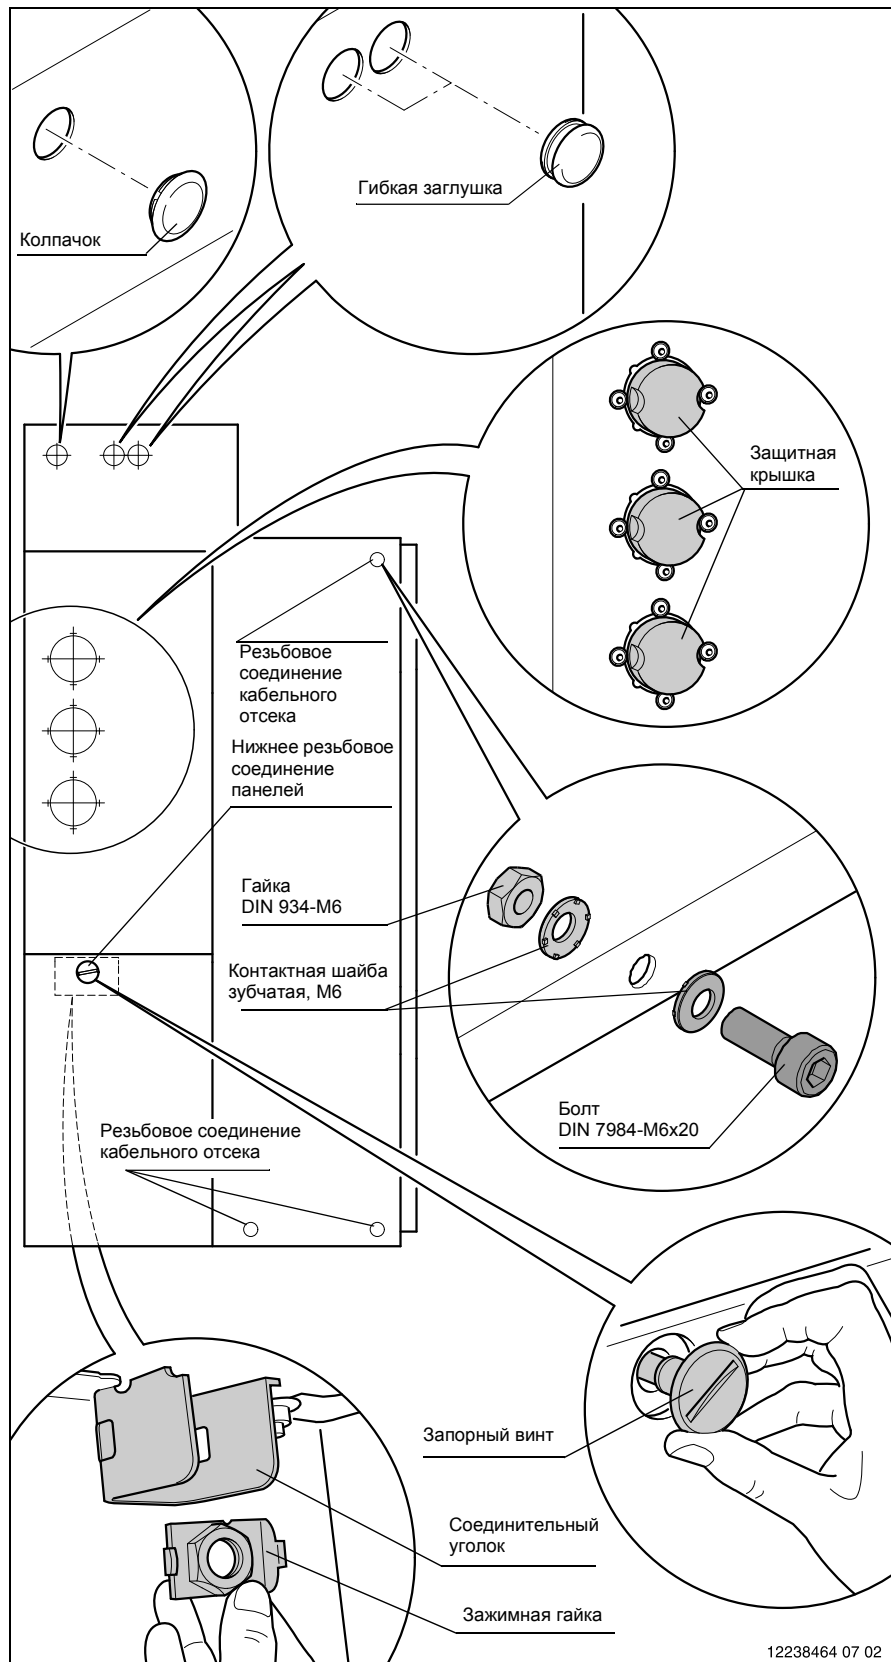

Рис. 13
- Снимите пленку с нижнего резьбового соединения панелей (Рис. 13).
- В кабельном отсеке вставьте зажимную гайку (Рис. 13) в соединительный уголок. Для этого вставьте зажимную гайку коротким плечом в маленькое отверстие соединительного уголка, а затем вдавите длинное плечо в большое отверстие соединительного уголка.
- Запорный винт (Рис. 13) вверните отверткой снаружи в нижнее резьбовое соединение панелей (момент затяжки: 10 Нм).
Закройте боковые отверстия в кабельном отсеке, как показано на Рис. 13.
5. Снимите клейкие пленки с верхнего резьбового соединения и с отверстий для кабельных вводов. Отверстия закройте колпачком (резьбовое соединение панелей) и двумя гибкими заглушками (точки ввода кабелей), как показано на Рис. 13.
- 10. Снимите защитные крышки (Рис. 13) с боковых вводов L1—L3.